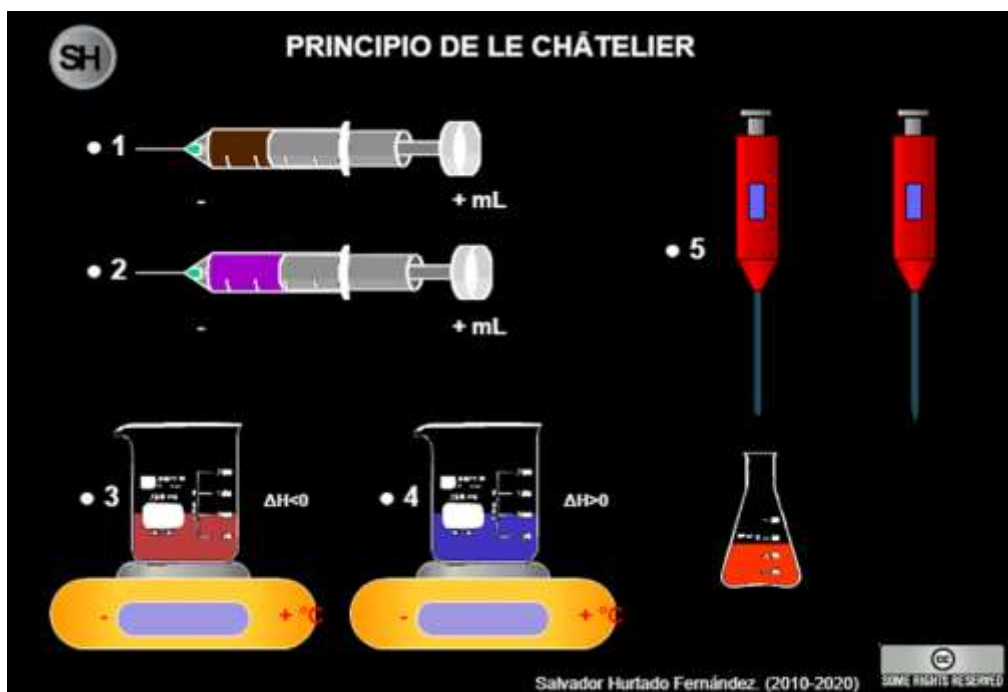

Figura 2. Simulador *Principio de Le Chatelier*.
- Mueva el émbolo del caso 1 (figura 2) de forma que el volumen disminuya y registre sus observaciones. Repita el procedimiento, ahora aumente el volumen.
- Repita el paso anterior para el caso 2 (figura 2).
1. Deslice el botón de la parrilla del caso 3 (figura 2) de forma que la temperatura aumente y registre sus observaciones. Repita el procedimiento, ahora disminuya la temperatura.
2. Repita el paso anterior para el caso 4 (figura 2).
1. Añada al matraz del caso 5 (figura 2) la disolución de NaOH 1 [M] que contiene la pipeta izquierda y registre sus observaciones.
2. Agregue al matraz del caso 5 (figura 2) la disolución de HCl 1 [M] de la pipeta derecha y registre sus observaciones.